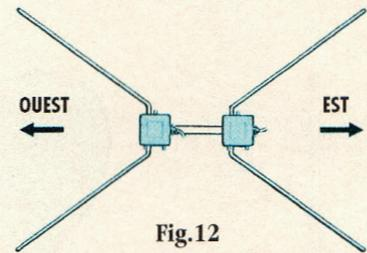

Fig.12
Fig.12 : Les deux ouvertures en V doivent nécessairement être orientées Est-Ouest, puisque l'antenne présente un meilleur gain dans cette direction. Cette caractéristique lui permet de capter un satellite même quand il passe très bas sur l'horizon.
□ Comme visible en fig.12, les deux ouvertures en V de l'antenne devront être nécessairement orientées direction Est-Ouest. Dans ces deux directions nous obtiendrons un gain de plus 3 dB. En fait, les signaux captés par les deux dipôles couplés permettent de recevoir avec plus de facilité les signaux des satellites polaires, même quand ceux-ci passent très loin et bas sur l'horizon. *Si l'orientation Est-Ouest n'est pas respectée, les résultats obtenus seront mauvais.*